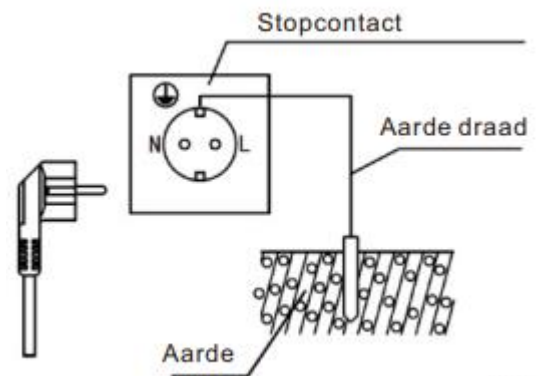

Figure 5
- 2) Nachdem Sie sich vergewissert haben, dass die Nennwerte der Stromzähler, Leitungen, Schaltsteckdosen und Sicherungen im Stromnetz den Energieverbrauchsanforderungen dieses Produkts entsprechen, schließen Sie eine separate Steckdose an einer geeigneten Stelle an, um den Elektrokessel mit Strom zu versorgen (Abb. 5). Die Montagehöhe der Steckdose vom Boden sollte nicht weniger als 1,8 m betragen.